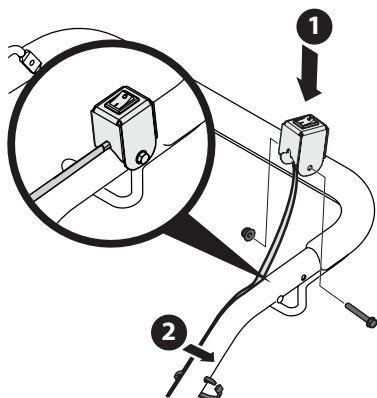

Figure 11
5. Fixez l'interrupteur d'arrêt d'urgence sur le côté gauche du guidon avec un boulon 10-32 : 1,50 et un écrou autobloquant à bride 10-32. Voir 1 dans la Figure 11.
6. Retenez le fil au-dessus du côté gauche du guidon avec une attache insérée dans le trou près de l'étiquette sur ce côté. Voir 2 dans la Figure 11.